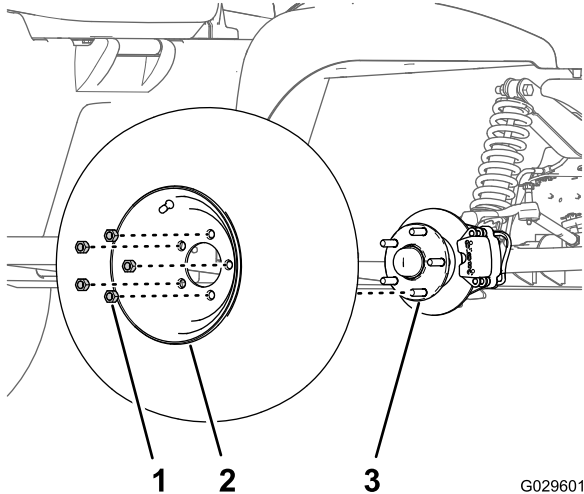

Figura 26
2. Retire las 5 tuercas que sujetan la rueda al cubo (Figura 26).
4. Alinee los taladros de la rueda con los espárragos del cubo y monte la rueda en el cubo con la válvula hacia fuera (Figura 26).
5. Sujete la rueda al cubo con las tuercas (Figura 26), y apriete las tuercas a 108–122 N·m.